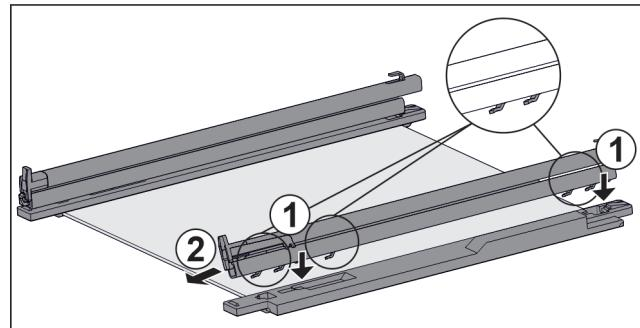

Fig. 133 Glasplatte mit Schienen und Halteteilen
► Haken der Schiene auf die Öffnungen des **linken** Halte- teils setzen. Fig. 133 (1)
► Schiene nach vorne ziehen. Fig. 133 (2)
► Haken der Schiene auf die Öffnungen des **rechten** Halte- teils setzen. Fig. 133 (1)